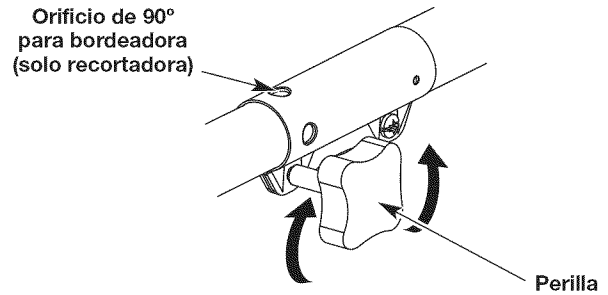
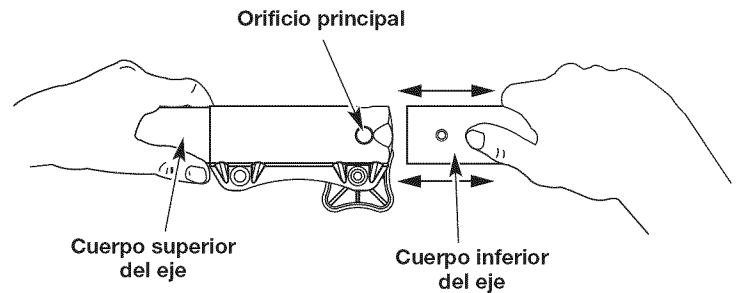

Fig. 3
Fig. 5
1. Para aflojar, gire la perilla en sentido contrario a las agujas del reloj (Fig. 3).
2. Sosteniendo firmemente el accesorio de corte u otro accesorio, empujelo directamente dentro del acoplador Convertible™ hasta que el botón de desconexión encaje sólidamente en el orificio principal (Fig. 5).
3. Para apretar, gire la perilla en el sentido de las agujas del reloj (Fig. 3).
**PRECAUCIÓN:** Antes de operar esta unidad, cerciórese de que el botón de liberación esté completamente encajado en el orificio principal (Fig. 5) y de que la perilla (Fig. 3) esté bien apretada.
Para hacer cortes (orillados) decorativos con el accesorio de corte del cabezal de línea, trabe el botón de desconexión del accesorio en el interior del orificio de 90° (Fig. 3).
3. Sujetando el cuerpo del eje superior, tire directamente del accesorio de corte o de cualquier otro accesorio para sacarlo del acoplador Convertible™ (Fig. 5).